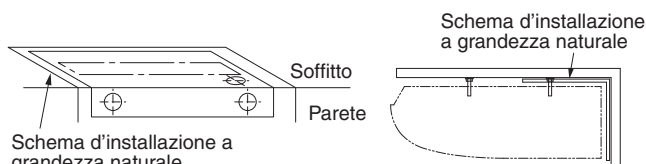

Fig. 3-10
- (2) Piegando lo schema d'installazione a grandezza naturale ad angolo retto tra soffitto e parete, è possibile individuare la posizione dell'entrata per la tubazione e il cablaggio interni e anche dei bulloni di sospensione. Segnare con una matita i punti in cui praticare i fori (Fig. 3-10).